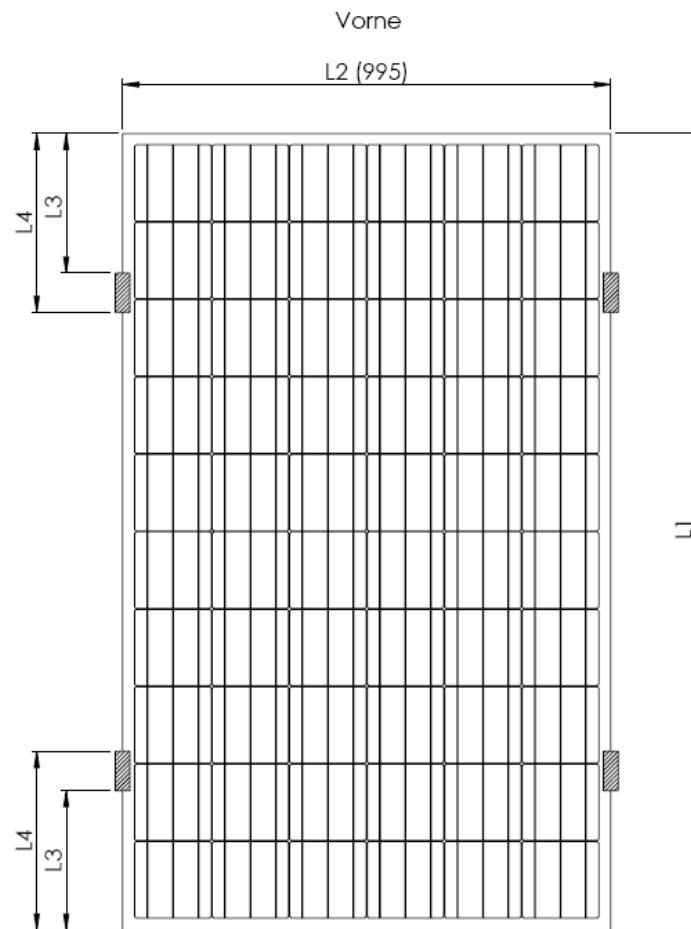

Abbildung 1: Befestigungsstellen PV Modul
- Die Module sind über Klemmen mit Gummischonern zu fixieren. Die PVP Photovoltaik GmbH empfiehlt hier Klemmen der Serie „Laminat Profi“ von Schletter GmbH. Es können auch gleichwertige Klemmen eingesetzt werden. Diese sind in dem wie in Abb.1 dargestellten schraffierten Bereich zu montieren. Die Längenangaben sind je nach Modultype in Tabelle 1 angeführt.
- Die Module müssen, wie in Abbildung 1 gezeigt und in Tabelle 1 angeführt, an den 4 definierten Stellen montiert werden.